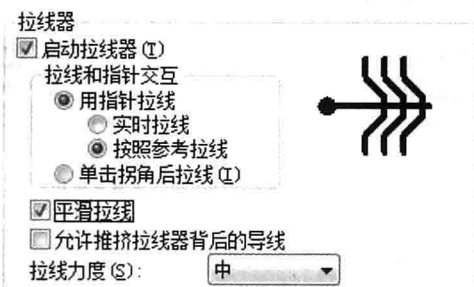

图 8-38 推挤设置
(5) 动态走线。单击动态走线图标或按下【F3】键。在走线的过程中, 也可以根据需要开启推挤功能(无模命令: PC、PP、PR)。推挤设置如图 8-38 所示。